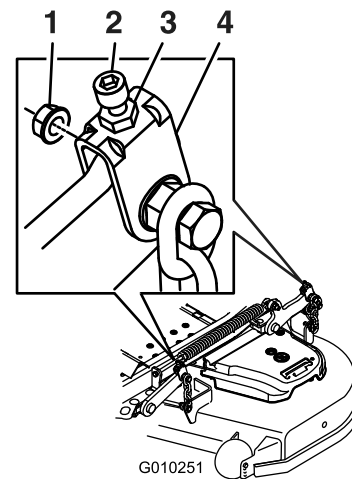

Figura 106
10. Gire la tuerca de ajuste del conjunto de elevación de la carcasa delantera para modificar la altura (Figura 106).